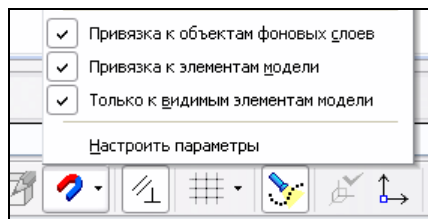

Рис. 4.40. Выпадающее меню кнопки **Глобальные привязки**
- ◆ нажмите ЛК мыши на черный треугольник кнопки **Глобальные привязки** на панели **Текущее состояние**. В выпадающем списке (рис. 4.40) вы видите три новые привязки: **Привязка к объектам фоновых слоев**, **Привязка к элементам модели**, **Только к видимым элементам модели**. Снимите курсором галочку у последней привязки;